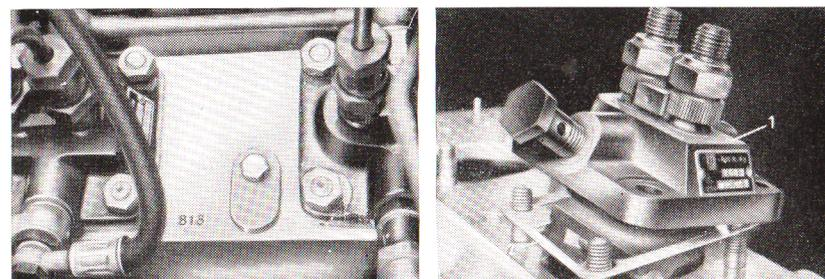

Bild 24. Veränderung des Förderbeginns durch Beilegen oder Abnehmen der Beilagen unter der Einspritzpumpe
- f) Stehen die Markierungen der Schwungscheibe mit dem Gehäuse nicht gegenüber, kann die Veränderung des Förderbeginns durch Beilegen oder Abnehmen von Beilagen unter der Einspritzpumpe vorgenommen werden (Bild 24). Festmaß der Einspritzpumpe $82,8 \pm 0,2$ mm. Differenz zwischen Stempelmaß auf Kurbelgehäuse und Festmaß für Einspritzpumpe durch Beilagescheiben ausgleichen.
bestimmen die Einbautiefe der Einspritzpumpe und damit den vorgeschriebenen Förderbeginn. Aus diesem Grunde müssen die gleichen Beilagen beim Einbau der neuen Einspritzpumpe wieder verwendet werden (Bild 24).